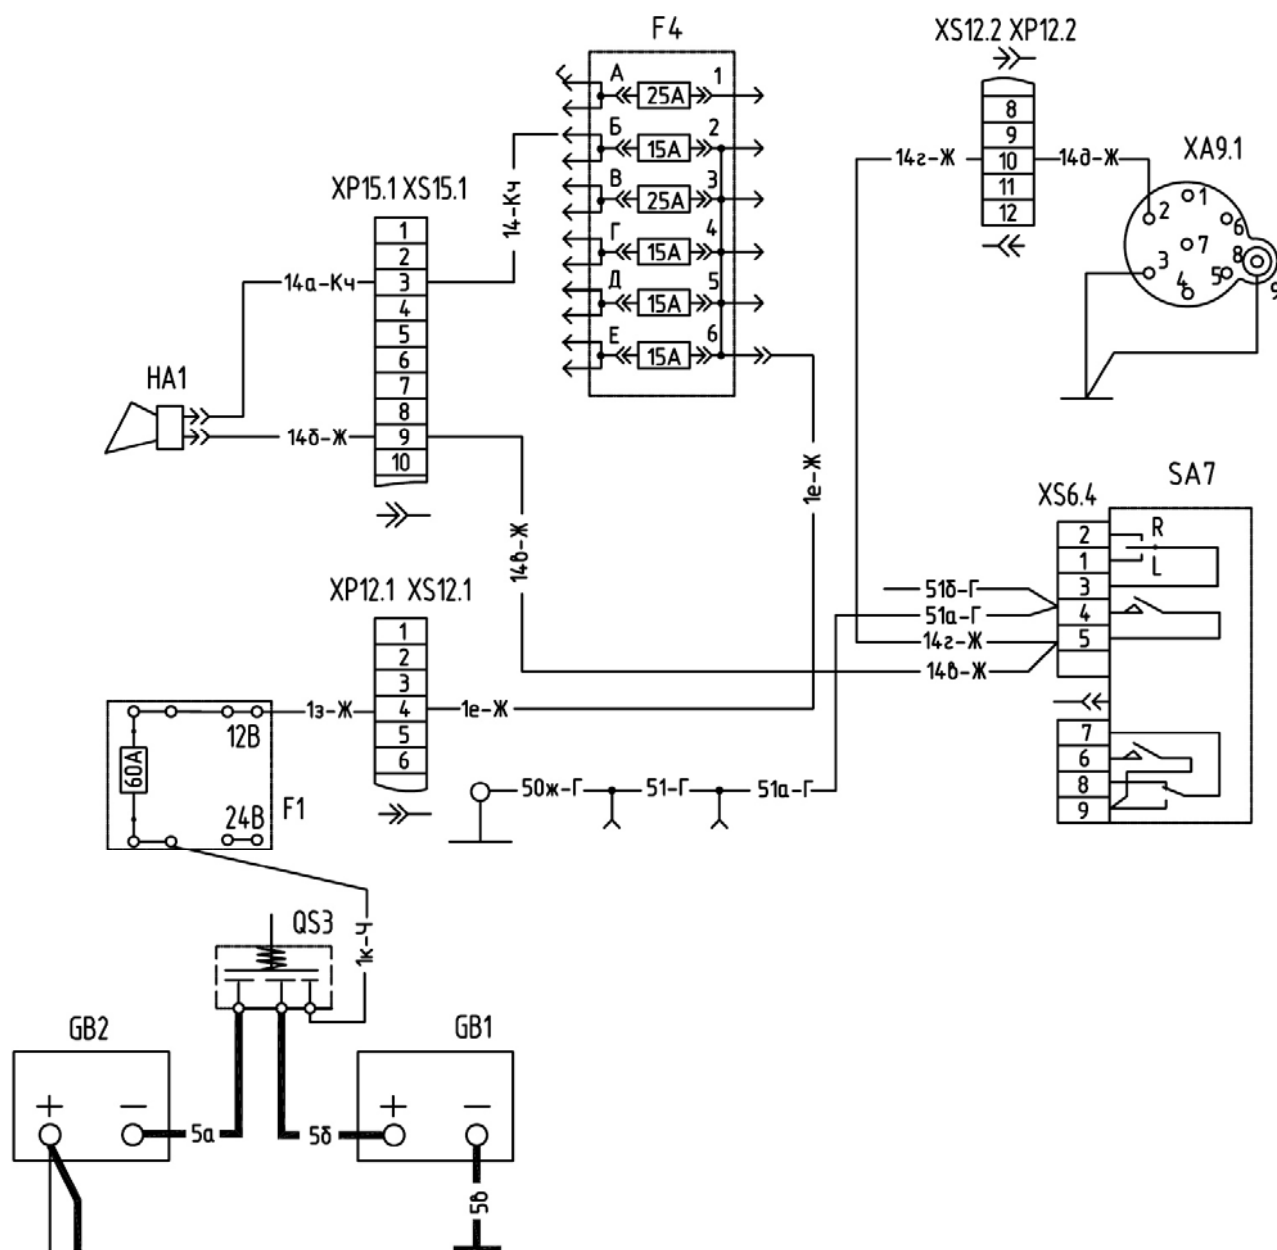

Рис. 12-8 Схема включения звуковых сигналов
12.8 Возможные неисправности в системе звуковой сигнализации, их устранение (рис. 12-8)